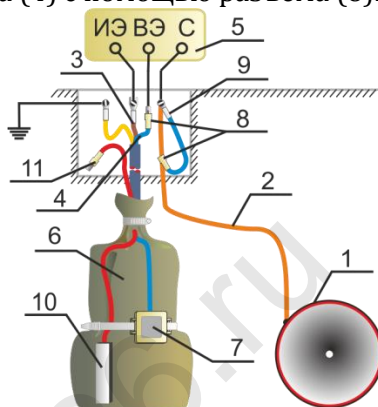

Рисунок 6 – Схема измерения поляризационного потенциала
8.2 Измерения поляризационного потенциала выполняют с помощью приборов, содержащих прерыватель тока поляризации датчика, например, ОРИОН ИП-01. Схема присоединения прибора к проводникам контрольно-измерительного пункта приведена на рис.6.